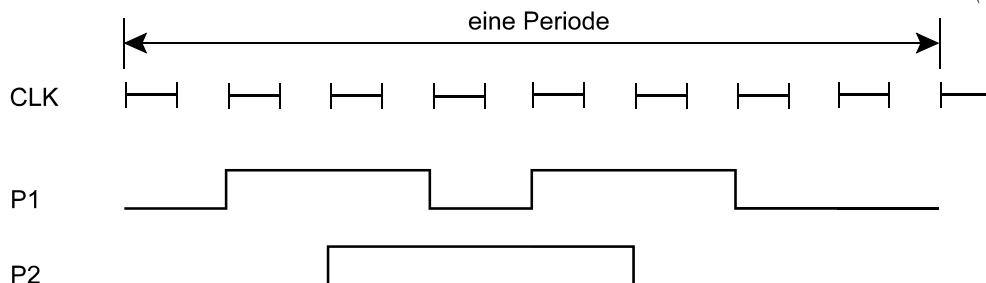

Abb. 3
4. Folgendes Impulsmuster (Abb. 3) ist zyklisch auszugeben. Geben Sie dafür eine Schaltungslösung an. Wieviele Zellen wird Ihre Anordnung in einem Schaltkreis der Reihe Xilinx 9500 belegen?